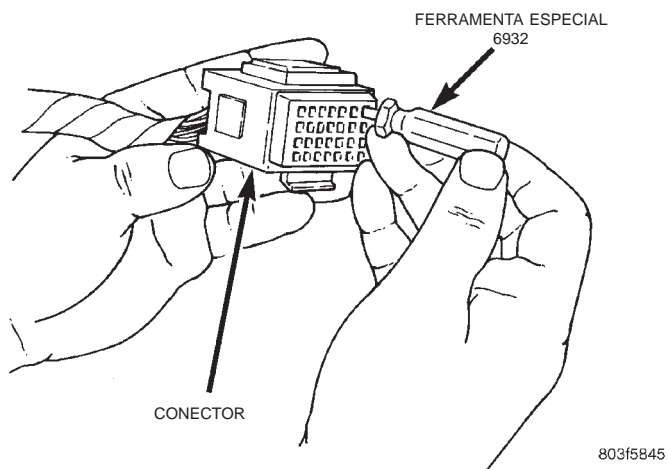

Fig. 18 Utilização da Ferramenta Especial 6932
- (4) Usando a ferramenta especial 6932, aperte no terminal para removê-lo do conector (Fig. 18).
- (5) Conserte ou substitua o conector ou o terminal, conforme necessário.
- (6) Ao remontar o conector, a cunha de travamento deve ser colocada na posição travada para evitar que os terminais se soltem.